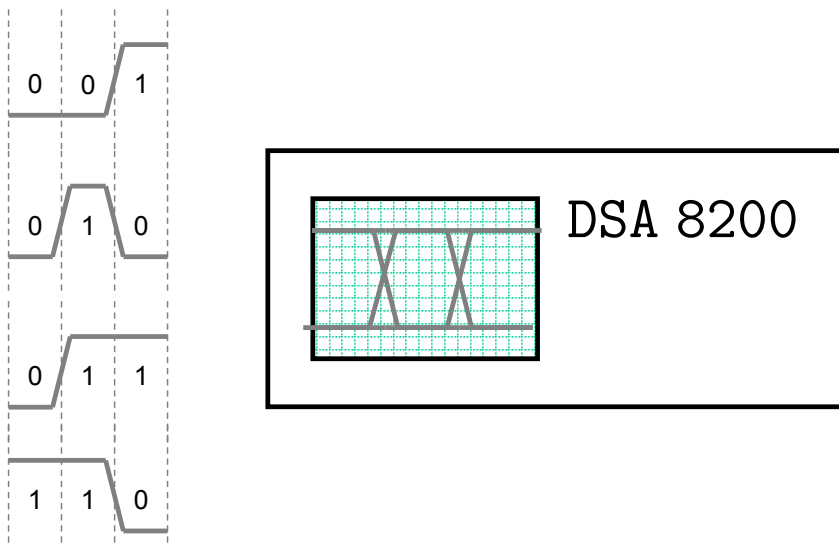

FIGURE 1.4 – Visualisation de 0 et de 1 successifs pendant un intervalle de temps  $\Delta t$  (2 'temps bit' typ.)
**Explication du diagramme de l'œil.** Dans la fenêtre temporelle d'acquisition-visualisation, le déclenchement se fait sur chaque front, par exemple montant, de l'horloge. Toutes les combinaisons de bits possibles se trouvent présentes dans la séquence aléatoire (0-0-0, 0-0-1, etc.) : le diagramme de l'œil est donc constitué de la superposition de toutes ces combinaisons (voir figure 1.4 ci-dessous).